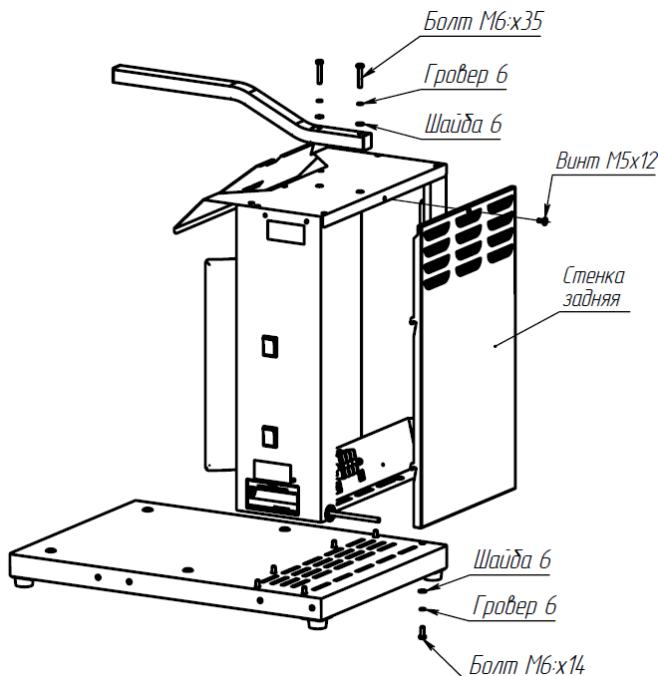
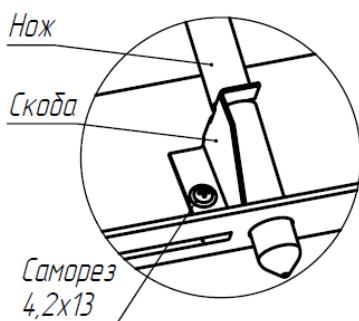
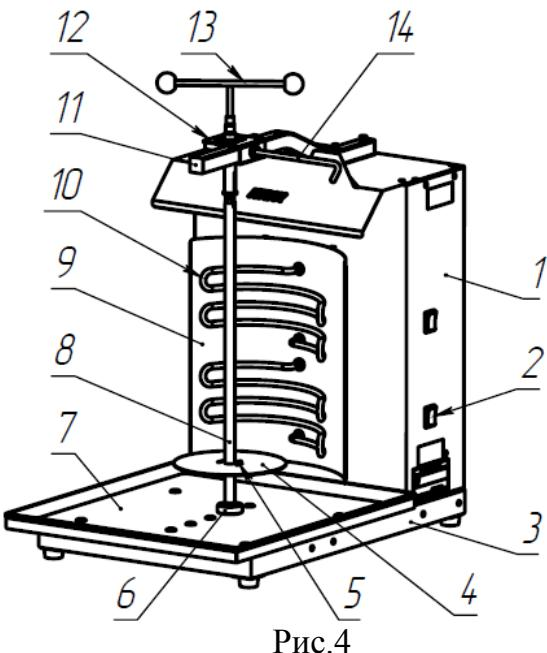

Рис.1
Рис.2
Рис.4
5.2. Снять стенку заднюю. Для этого открутить винт M5x12 (рис.1), затем приподнять стенку вверх и подать на себя.
5.3. Вынуть из корпуса нож, открутив саморез 4,2x13 (рис.2) и удалив скобу, крепящую нож. Установить стенку заднюю на место (вставить в проем, приподняв вверх под крышку, и затем опустить ее прижимая к корпусу, чтобы крючки вошли в отверстия). Закрепить стенку заднюю винтом M5x12 (рис.1).
5.4. Соединить штангу (11) (рис.4) с корпусом (1) с помощью двух болтов M6x35 с шайбами (рис.1).
Соединить корпус установки с основанием с помощью шести болтов M6x14 с шайбами (рис.1).
5.7. Поставить собранную установку в вертикальное положение. Разместить держатель ножа (12) на штанге (11) и закрепить его с помощью фиксатора стопора (14) (рис.4).